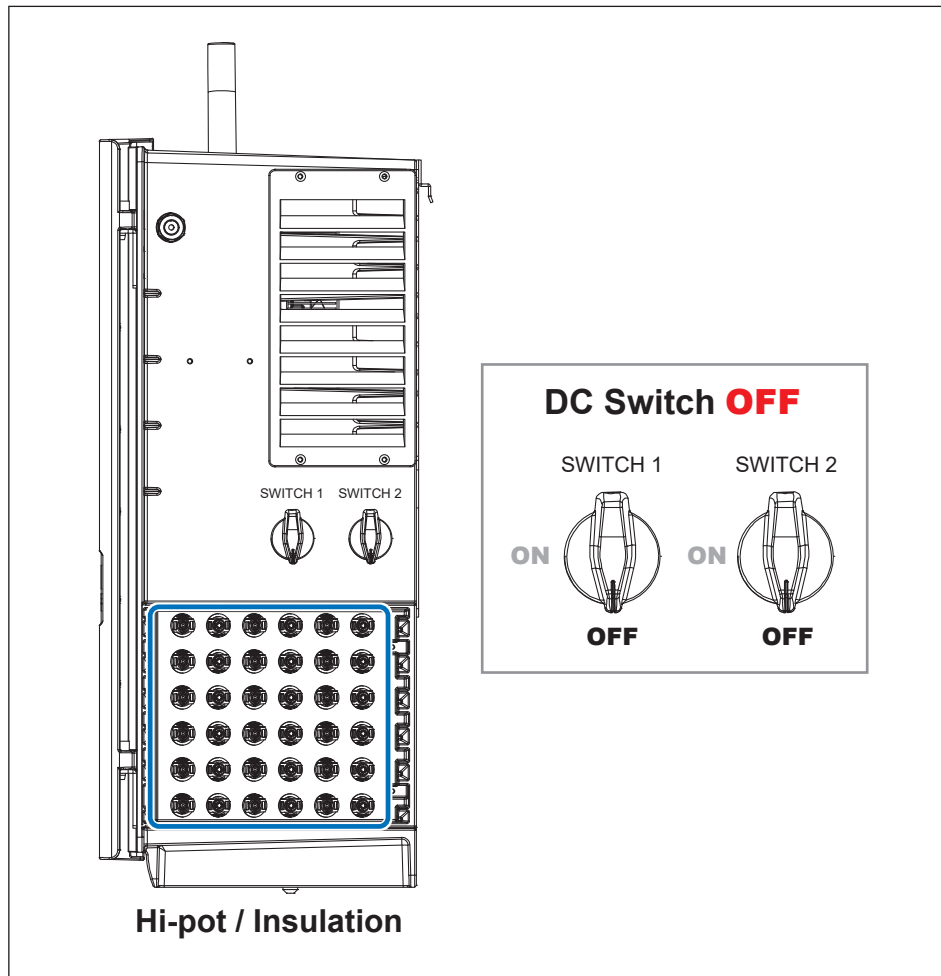

图 3-28：绝缘测试之危险预防
2. 请确认高阻计对逆变器以及对地的接法正确如图3-28，若是不正确的接线可能会导致逆变器的损坏